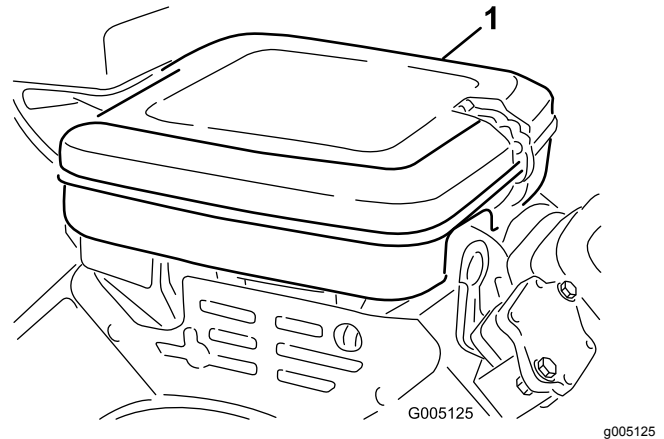

Bild 31
1. Reinigen Sie die Luftfilterabdeckung (Bild 31).